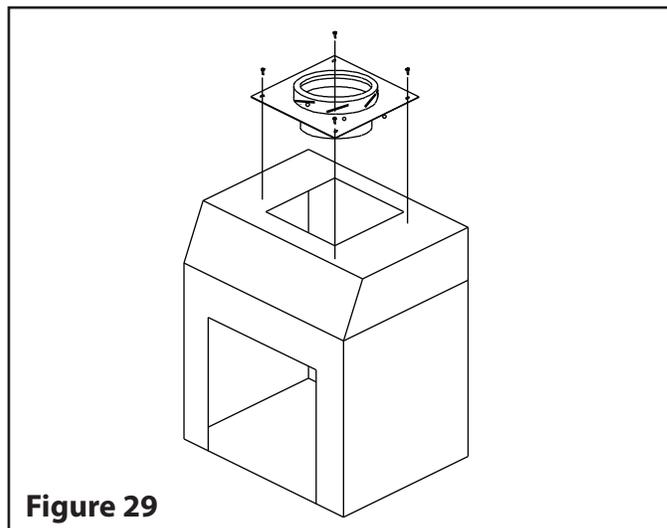

Figure 29
Une fois que l'appareil est installé, fixer la plaque d'ancrage (AP) sur le dessus (voir Figure 29).